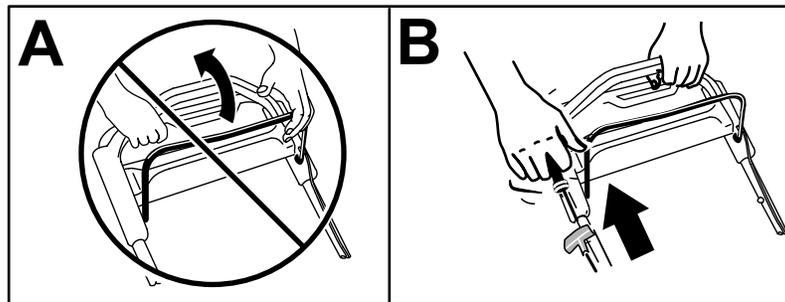

Figure 15
Tirez légèrement la poignée du lanceur (encadré B de la Figure 15) jusqu'à ce que vous sentiez une résistance, puis tirez vigoureusement et laissez le câble se rétracter lentement jusqu'au guide sur la poignée.
**Remarque:** Ne serrez pas la barre de commande de la lame contre le guidon quand vous tirez sur la poignée du lanceur (encadré A de la Figure 15).